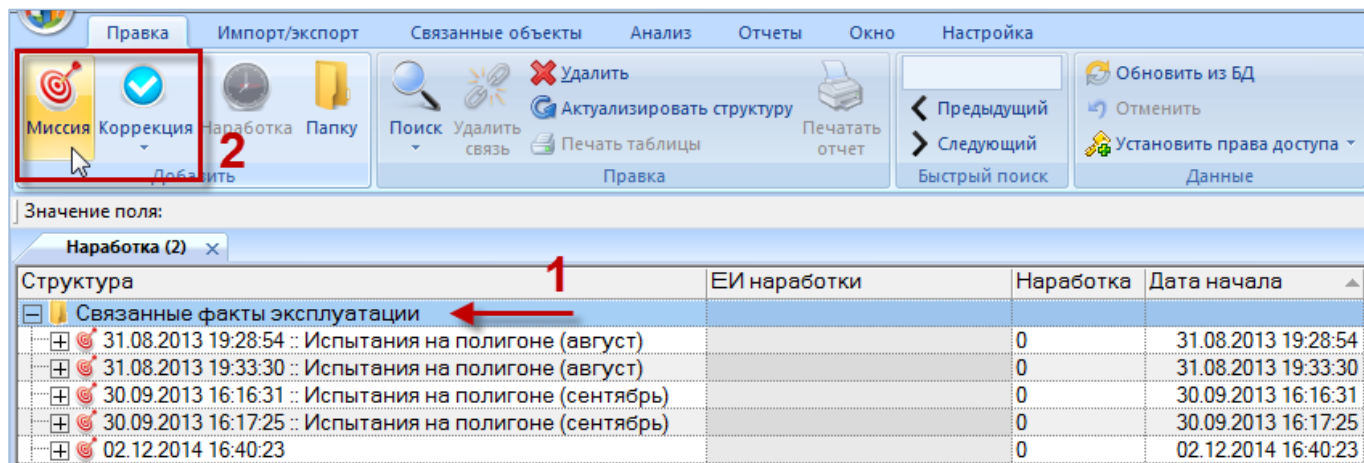

Рис. 25-16 – Рабочее окно «Наработка»
2) Выбрать папку или любую из размещенных в ней миссию или коррекцию (1 на рис. 25-16). При необходимости создать новую папку. Для создания папки нажать кнопку «Папку» панели «Добавить».
3) Нажать кнопку «Миссия» или «Коррекция» панели «Добавить» (2 на рис. 25-16). В случае коррекции выбрать тип – с начала эксплуатации или с последнего планового ремонта.